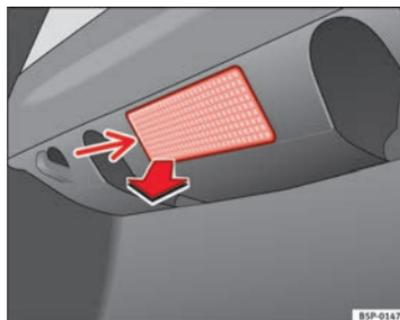

Fig. 206 Luz maletero
- Extraiga la tulipa haciendo presión sobre el borde de la parte interior de la misma (flecha) con ayuda de un destornillador por su parte plana ⇒ fig. 206. ►